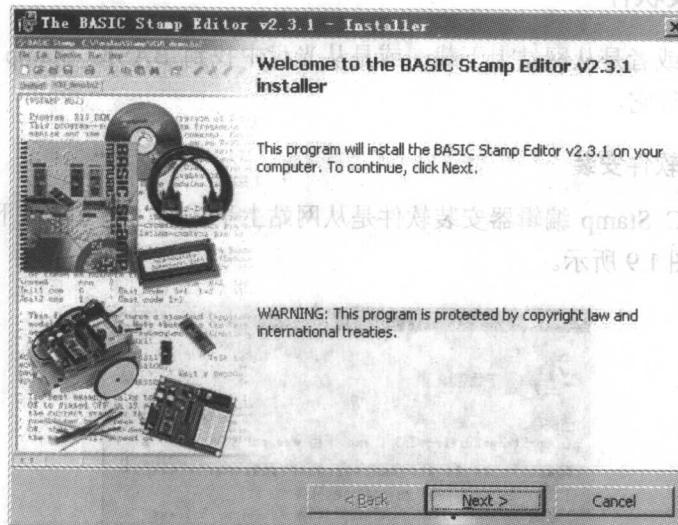

图 1.11 编辑器安装向导
- 当 BASIC Stamp 编辑器安装向导窗口打开后，单击“Next”按钮，如图 1.11 所示。